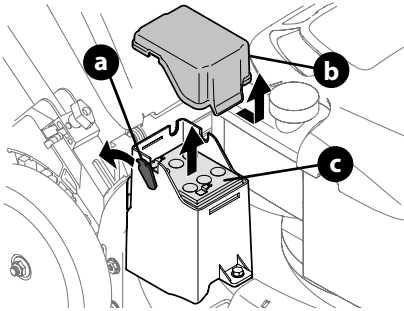

Figure 27
1. Pour retirer la batterie (Figure 27):